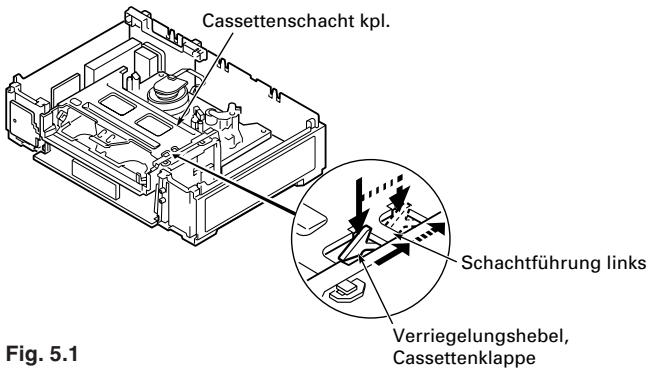
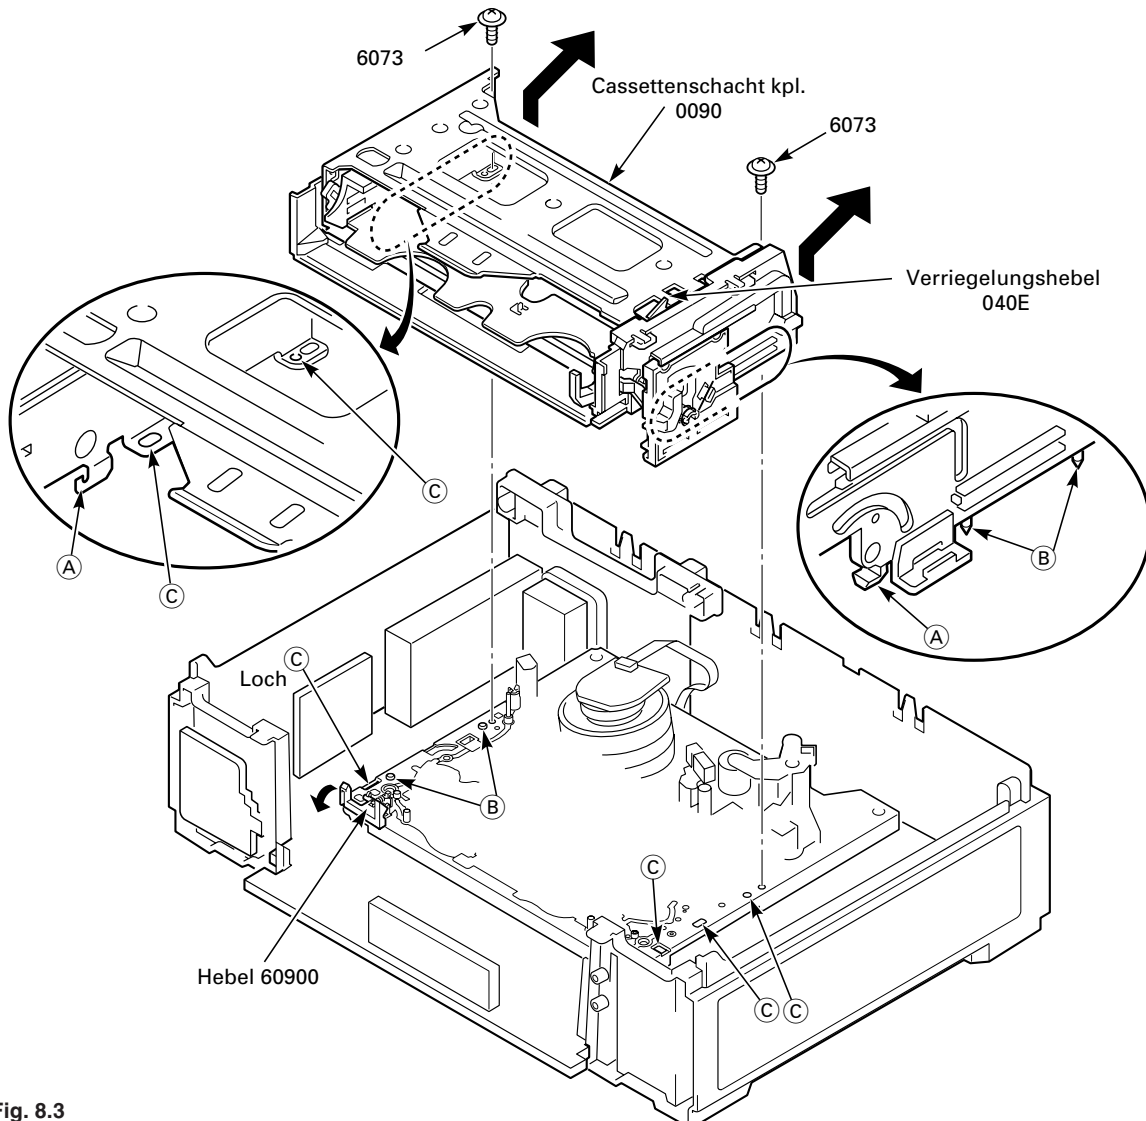

Fig. 5.1
Fig. 8.3
**Hinweis:** Soll die Prüfung der Laufwerkfunktionen ohne Cassette erfolgen, ist darauf zu achten, dass der Verriegelungshebel der Cassettenklappe (040E) entriegelt wird (Fig. 5.1).
**Hinweis:** Soll die Überprüfung der Laufwerkfunktionen ohne Cassette erfolgen, muss darauf geachtet werden, dass der Verriegelungshebel der Cassettenklappe (040E) entriegelt wird (Fig. 5.1).
- 2 Schrauben (6073) heraus-schrauben (Fig. 8.3).
**Hinweis:** Beim Einsetzen des Cassettenschachts muss der Hebel (60900) nach vorne gedrückt werden. Der Cassettenschacht ist dann richtig positioniert, wenn die beiden Haken (A) und die Passstifte (B) in die Löcher (C) eingreifen (Fig. 8.3).
- Verriegelungshebel (040E, Fig. 8.3) entriegeln und den Schachtboden (040A) nach unten fahren (Fig. 5.1).